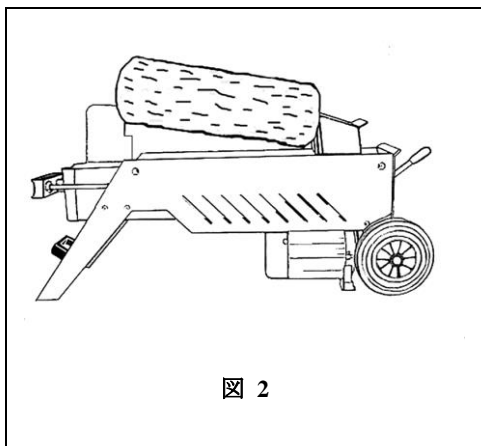

図 2
- ◇ 図 2 のように薪がエッチの上部にだけ当たるような割り方をしてはいけません。エッチやフレームを破損する恐れがあります。薪は必ずガイドプレートの上に乗せてください。